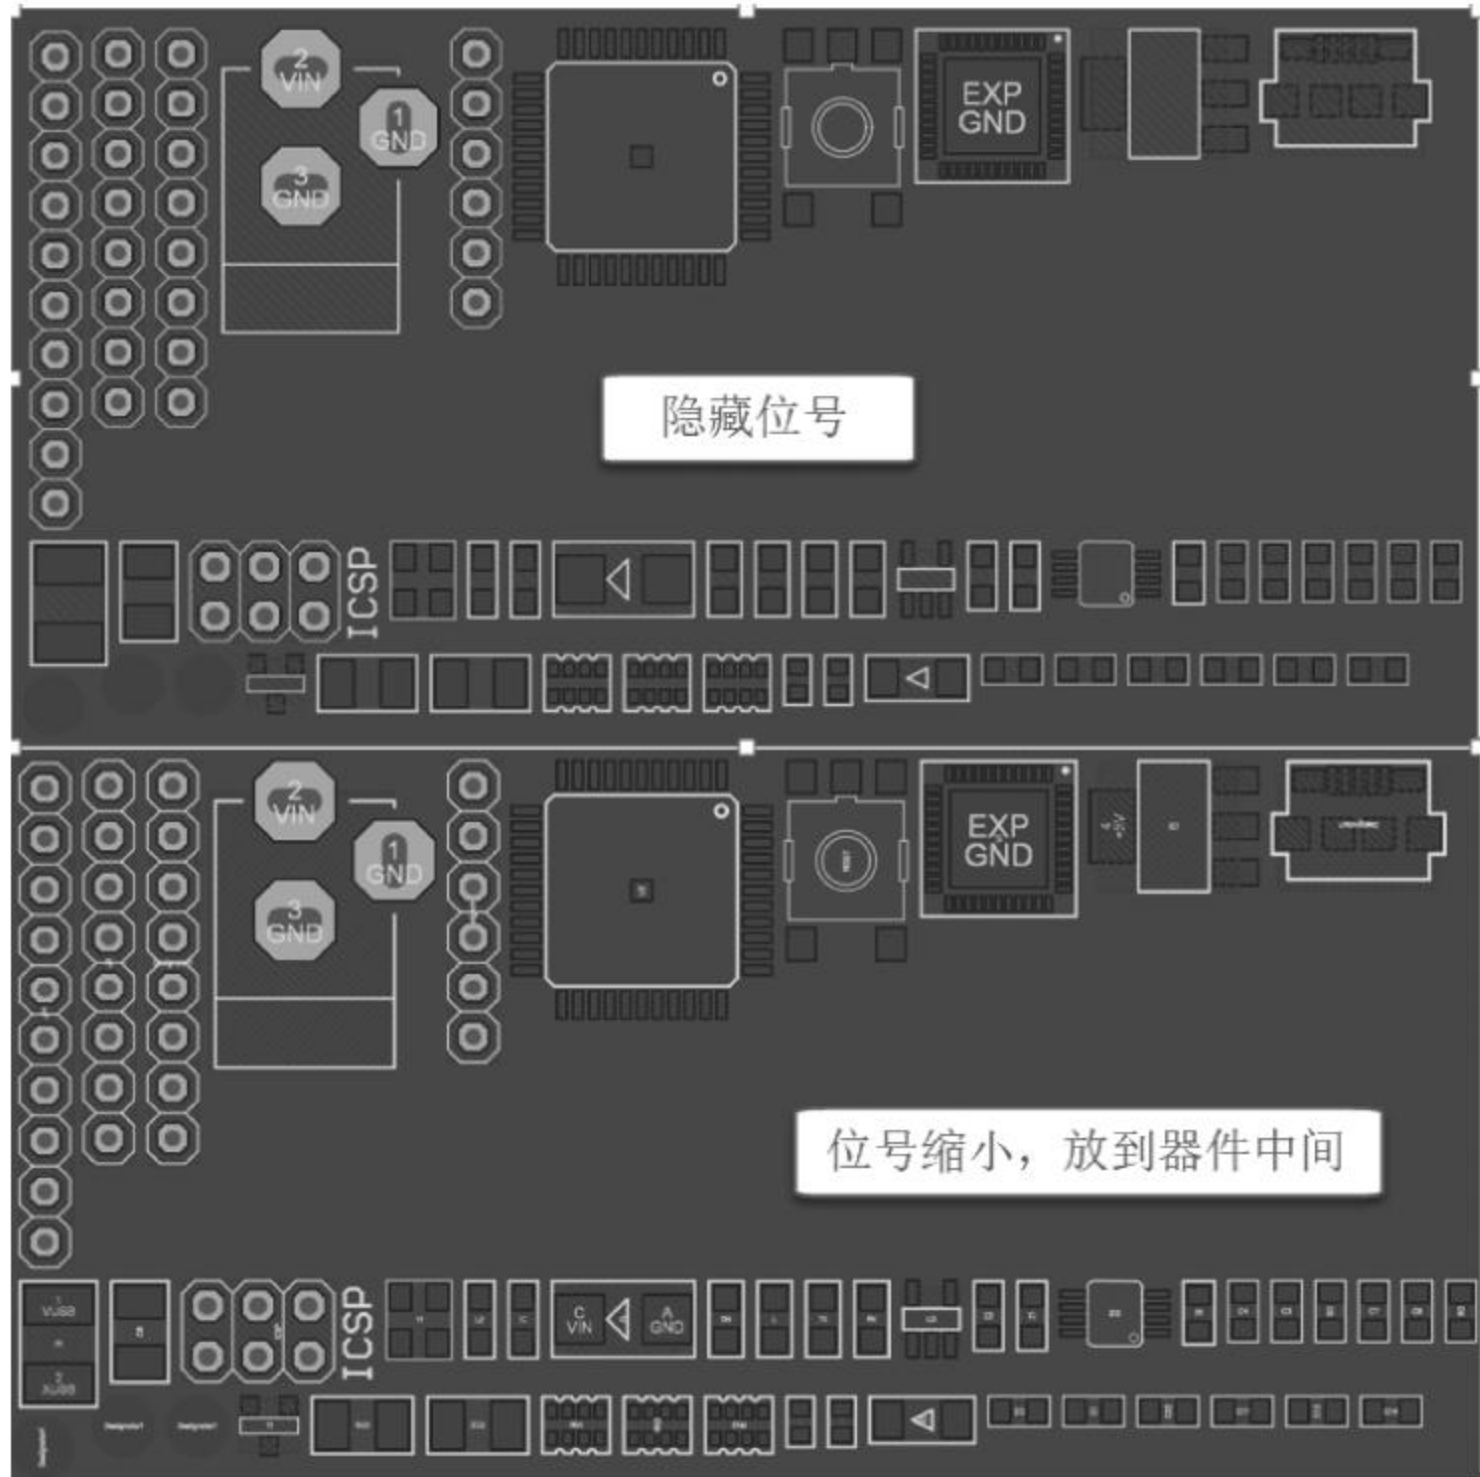

图 7-10 调整丝印
(2) 调整丝印。利用全局操作将元器件的位号调小放到元件中间,或者先将位号隐藏,方便后面的布局布线,如图 7-10 所示。